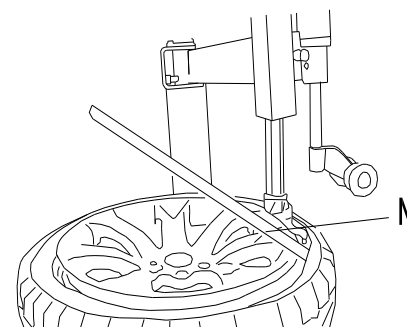
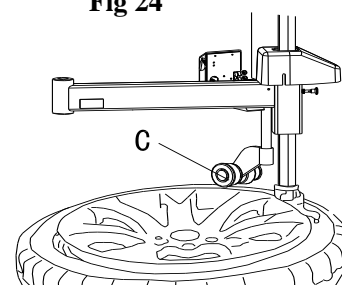

Fig 24
Fig 25
3. À proximité de la tête de montage, insérez le levier de levage N dans le pneu, utilisez le levier de levage pour soulever le talon sur le bouton de la tête de montage. Fig24 Faire tourner manuellement le rouleau C vers l'intérieur, tirez la poignée D vers le bas, pousser le rouleau C afin qu'il appuie sur la jante, gardez un écart de 3 à 5 mm entre la tête de montage et la jante, s'assurer que la tête de montage n'endommage pas la jante, faire pivoter le plateau tournant, démonter le talon supérieur du pneu (Fig 25).